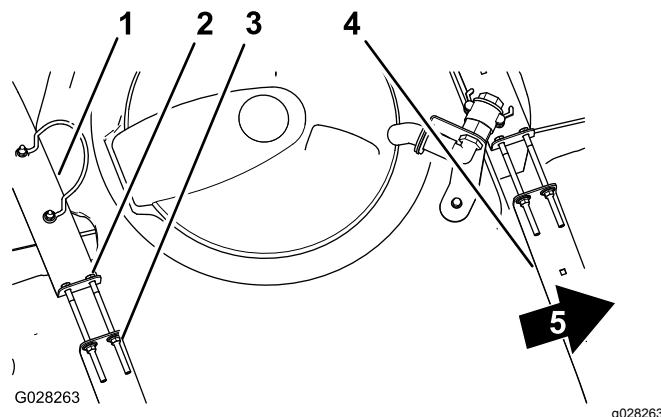

Figura 18
2. Verifique se há algum movimento entre as correias do depósito e o depósito (Figura 18).
3. Se as correias do depósito estiverem largas, aperte os parafusos e as porcas de bloqueio na parte superior das correias até estas ficarem justas à superfície do depósito (Figura 18).